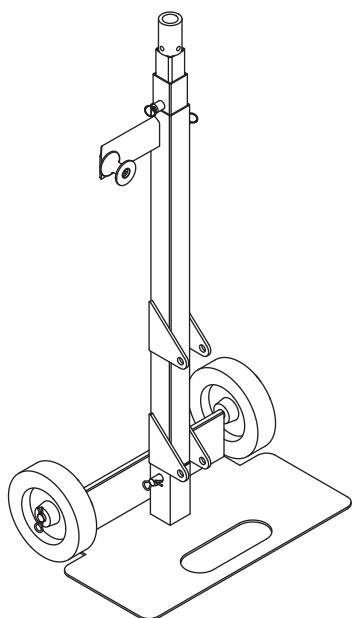

Figura 3
- Deslice los tubos de pluma de extensión superior y media como se muestra en la Figura 3. Asegúrese de que todos los pernos de retención con anillo de tiro se acoplen con los demás tubos.